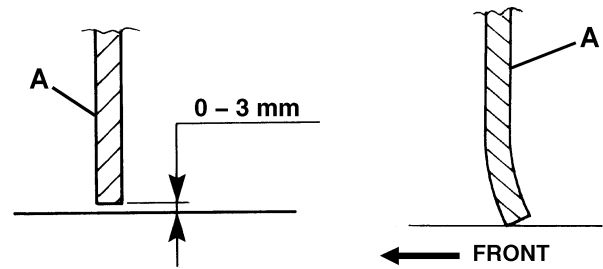

Figure 16
4. Contrôler que la hauteur du sol des volets latéraux (13 et 14) est comprise entre 0 et 3 mm (A, Fig. 16). Si besoin est, régler la hauteur des volets, en procédant comme suit.
- le volet arrière (A, Fig. 16) se trouve à une hauteur du sol comprise entre 0 et 3 mm (comme indiqué dans la figure).